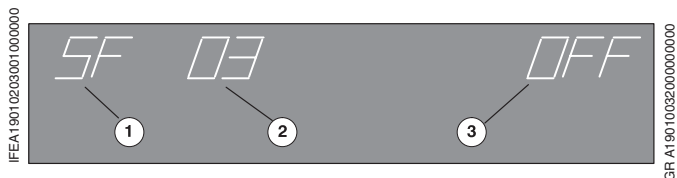

Рис. 19 SF 03: Устройство для смывки офсетного полотна Вкл./Выкл.
- На дисплее **высвечиваются** буквы SF (Рис. 19/①), код специальной функции, набранной последней (Рис. 19/②) и состояние выбранной функции (Рис. 19/③, "Вкл." или "Выкл."). На Рис. 19, например, показана функция *Устройство для смывки офсетного полотна Выкл.*